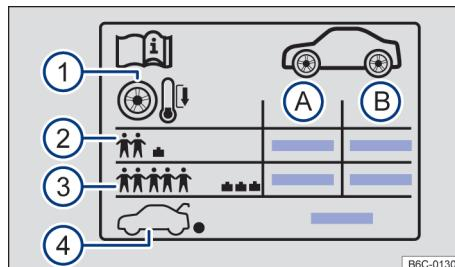

Fig. 159 Etiqueta com as pressões dos pneus.
Indicações na etiqueta de pressão dos pneus → Fig. 159:
- Adequar a pressão dos pneus sempre à condição de carga do veículo → Fig. 159 ③.